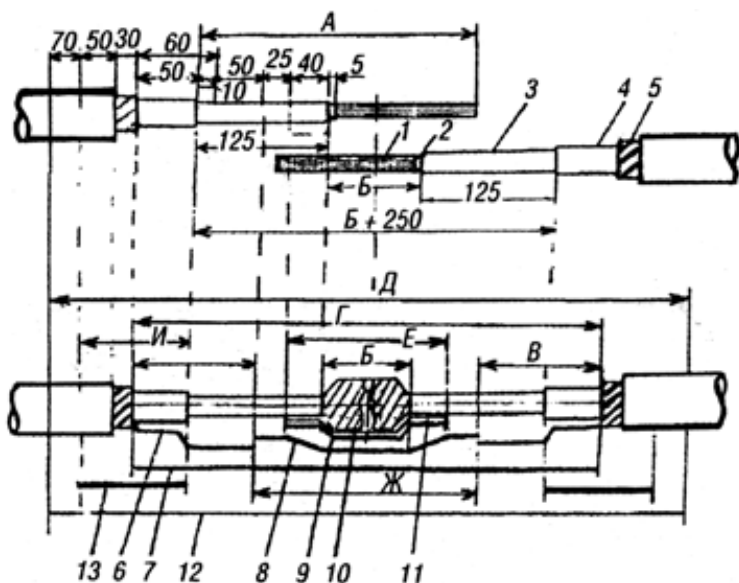

Рис. 1. Разделка и монтаж бронированных кабелей:
2.1. Размеры разделки концов кабелей приведены в таблице 1. Разделка концов бронированных кабелей и места наложения расходных материалов показаны на рис. 1.